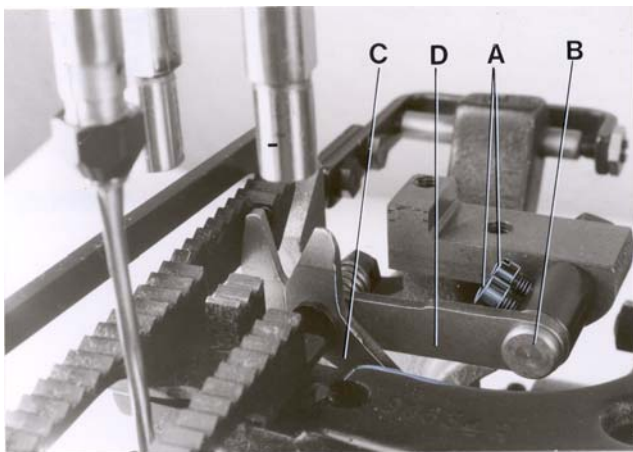

Fig. 18
The knives of the chain cutter can not be changed individually, the complete chain cutter part No. 80677R has to be replaced. Remove presser foot, throat plate and cloth plate. Swing-off the end cover. Turn pulley until the feed dog is in its extreme front position. Loosen screws (A, Fig. 18) and pull the chain cutter with stud (B) to the front and take it out of the machine.
Assemble the new chain cutter. Insert the hole on knife pilot (C, Fig. 18) down on the pin in the knee lever. Insert stud (B) in the hole on knife pilot (D) and tighten screws (A) on the flat of the stud. Check if the cutting edges overlap approx. 0.3 mm (.012").
Remueva la tapa lateral izquierda, el pie prensa-tela y la placa de la aguja. Gire el volante hasta que el transportador se encuentre en su posición delantera. Suelte los tornillos (A, Fig. 18) y hale la tijera con el perno (B) hacia adelante y remuévala de la máquina.
Coloque la tijera nueva. Inserte la ranura de la cuchilla trasera (C, Fig. 18) de la tijera en la clavija. Inserte el perno (B) en el hueco de la cuchilla (D) y apriete los tornillos (A) en la parte plana del perno. Revise si las cuchillas de la tijera se están solapando 0.3 mm (.012").